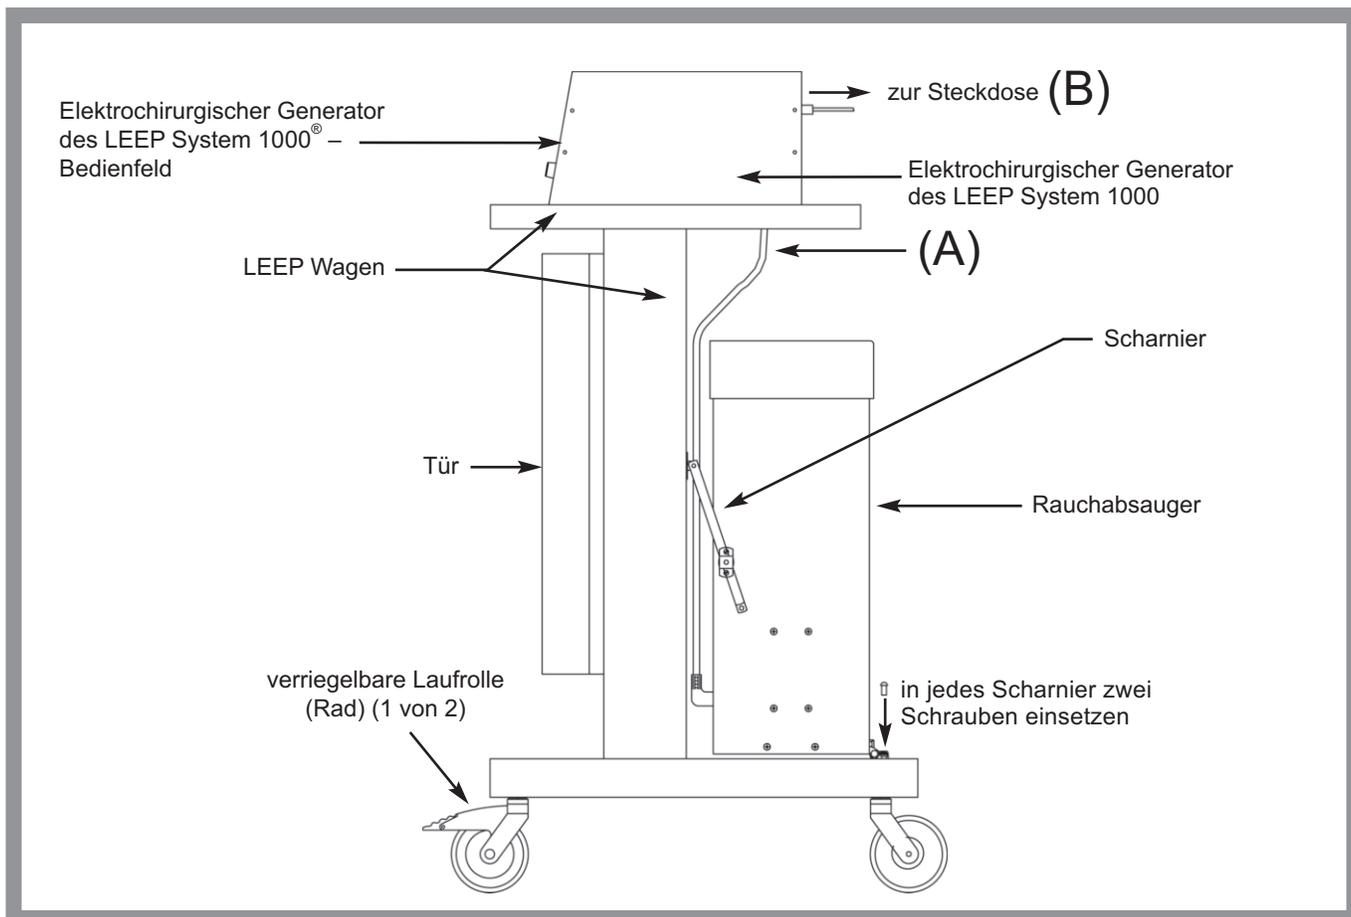
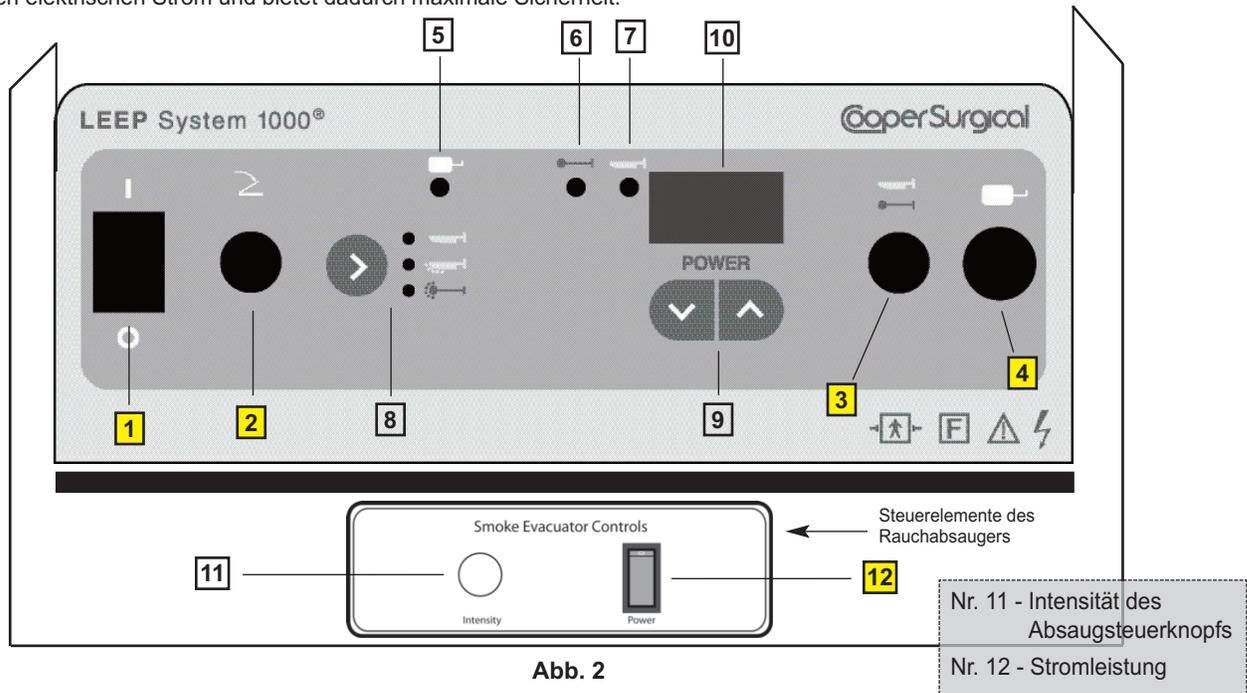

Abb. 1
Abb. 2
3. Die Schrauben an der Seite des Rauchabsaugers entfernen und dann die Halterung des Klappbeschlags am Rauchabsauger befestigen. Siehe Abb. 1.
Nach dem Entpacken des Kartons mit dem elektrochirurgischen Generator die Stifte am Boden des elektrochirurgischen Generators an den entsprechenden Löchern auf der Oberseite des Wagens ausrichten. Siehe Abb. 1.
1. Das Kabel, das vom elektrochirurgischen Generator zur Anschlussbuchse an der Rückseite des Rauchabsaugers führt, einstecken [siehe (A) in Abb. 1].
Siehe **1** und **12** in Abb. 2. Dann das Netzkabel in die Anschlussbuchse auf der Rückseite des elektrochirurgischen Generators stecken und dann zum Herstellen der Stromversorgung in eine geerdete Wandsteckdose zum Einsatz in Krankenhäusern [siehe (B) in Abb. 1].
Fußpedalschalter an die Buchse **2** anschließen wie in Abb. 2 dargestellt, ohne das Fußpedal einzuschalten, und den Gewindestopfen festschrauben. Es handelt sich um ein luftbetriebenes (pneumatisches) Bedienteil. Das Bedienteil verwendet keinen elektrischen Strom und bietet dadurch maximale Sicherheit.
- Das Handstück der Aktivelektrode an die Buchse **3** anschließen, wie in Abb. 2 dargestellt, und die ausgewählte Elektrode im Handstück befestigen.
- Neutrale Patientenplatte in die Buchse einstecken **4**. Siehe Abb. 2.